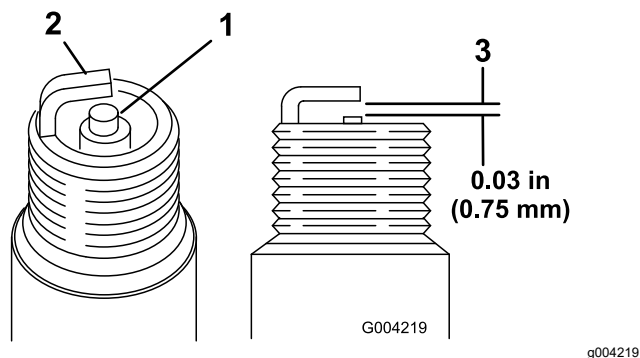

Figura 48
- Mire la parte central de ambas bujías (Figura 48). Si se observa un color gris o marrón
2. Compruebe la separación entre los electrodos central y lateral (Figura 48).
3. Si la distancia no es correcta, doble el electrodo lateral (Figura 48).